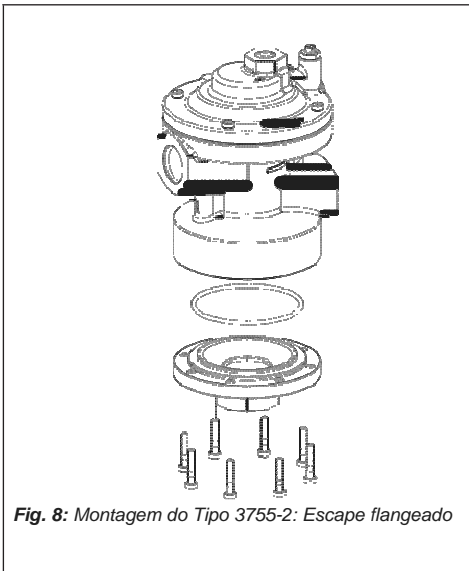

Fig. 8: Montagem do Tipo 3755-2: Escape flangeado
7.1 Conversão do Tipo 3755-1 em Tipo 3755-2 (Fig. 8)